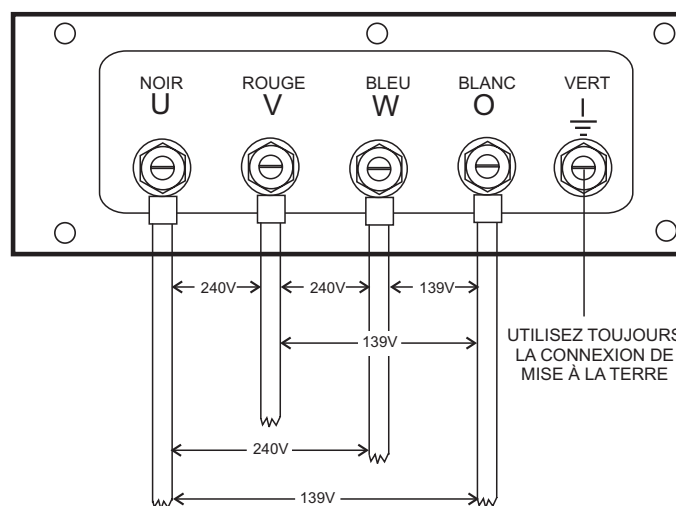

Figure 20. Attaches de la Borne de Sortie Connexions 3Ø-240/139V
2. Connectez les câbles de charge aux **attaches de la borne de sortie** comme l'illustre la Figure 20.